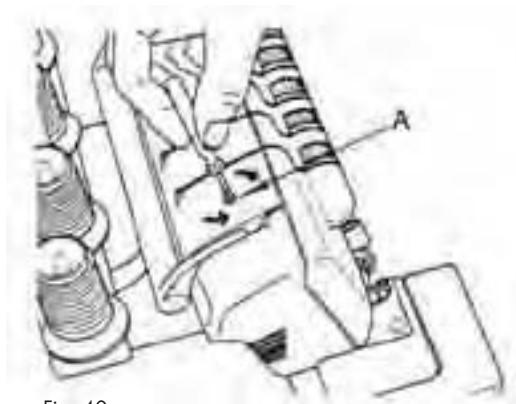
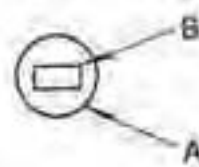

Fig. 40
Fig. 41
Introduisez le petit tournevis dans le trou situé sur le haut de la machine (Fig. 40). Vous y trouverez la vis de réglage de la pression (A). Assurez-vous que le tournevis entre dans la fente de la vis de réglage de la pression (B) (Fig. 41).